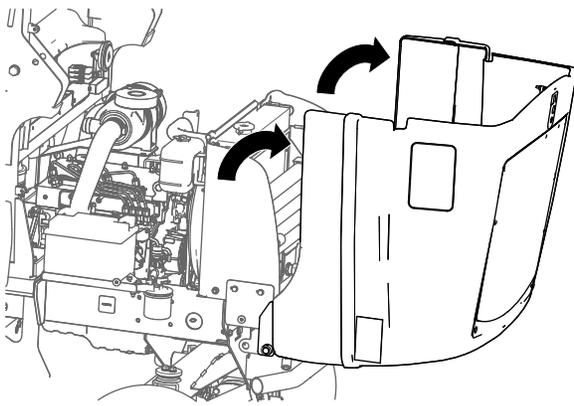

Figura 2
3. Gire con cuidado el capó hacia atrás y hacia abajo (Figura 2).